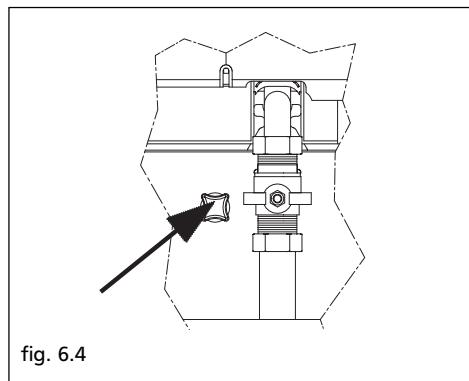
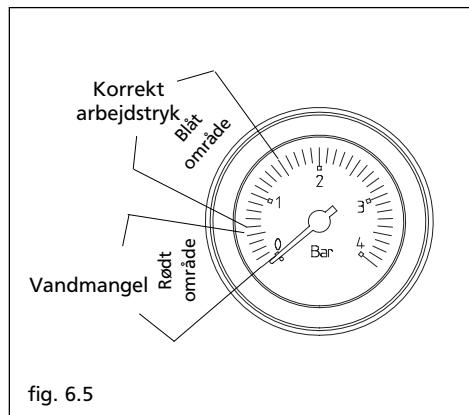

fig. 6.4
fig. 6.5
- påfyld vand (fig. 6.4) indtil der vises en vandtryk på mellem 0.6 og 1.5 bar (fig. 6.5)